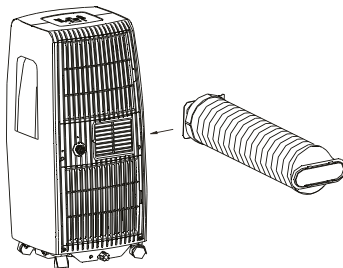

Рис. 4-3
2. Установите шланг для вывода воздуха в отверстие (рис. 4-3).